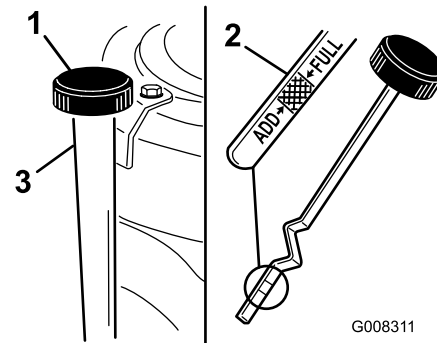

Bild 23
7. Reinigen Sie den Bereich um den Ölpeilstab (Bild 23), damit kein Schmutz in den Einfüllstutzen gelangen und den Motor beschädigen kann.
8. Schrauben Sie den Ölpeilstab los und wischen Sie das Metallende ab (Bild 23).
9. Schrauben Sie den Ölpeilstab vollständig in den Einfüllstutzen (Bild 23).
11. Reinigen Sie den Bereich um den Ölpeilstab und drehen den Verschlussdeckel ab (Bild 23).
12. Gießen Sie ca. 80 % der angegebenen Ölmenge langsam in den Einfüllstutzen (Bild 23). Siehe Warten des Motoröls.